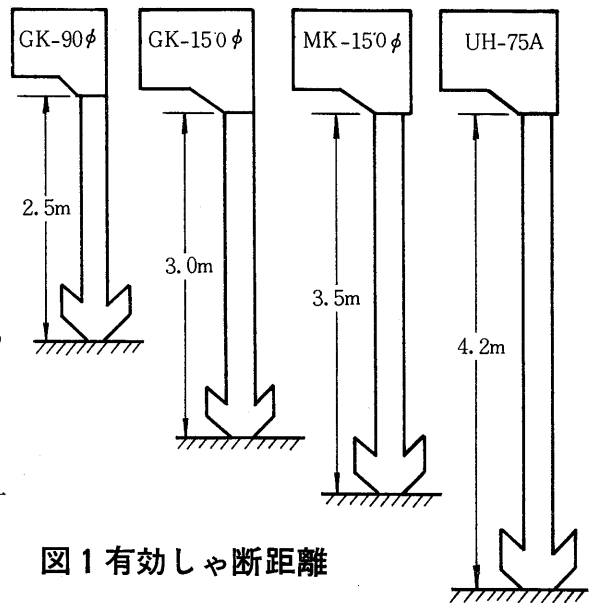

図1 有効しゃ断距離
- 取付位置よりの高さ<しゃ断距離> から機種選定を行います。 <図1 参照>